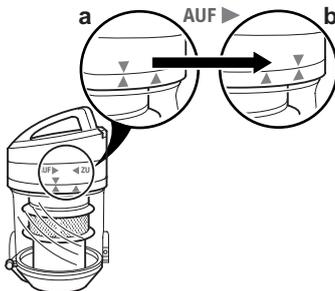

Abb. 23
2. Trennen Sie also die Zykloneneinheit vom Staubbehälter, indem Sie den Staubbehälterdeckel in Richtung „**AUF**▶“ drehen (Abb. 23/a, b).